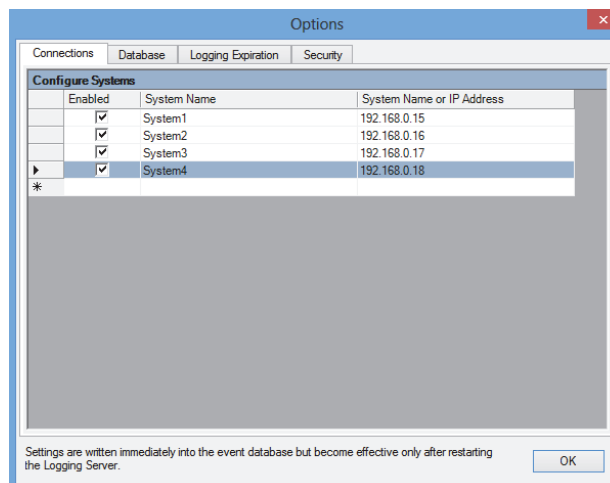

figura 58.9: Eliminazione di un sistema (1)
- 1 Fare clic sul campo davanti alla riga che contiene il sistema. Ad esempio, *System 4* (vedere figura 58.9).